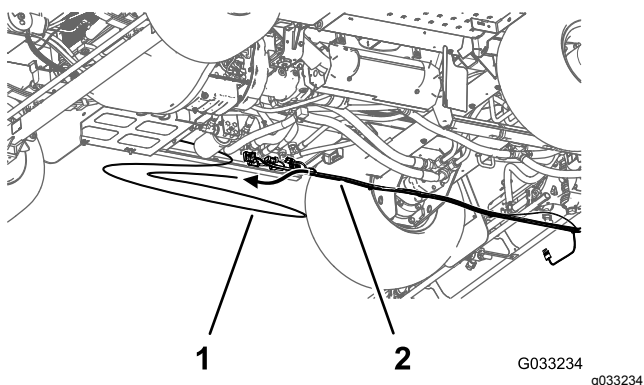

Figure 53
4. Détachez le tube de détection de pression du manomètre de planche de bord du faisceau de câblage arrière de la machine (Figure 53).